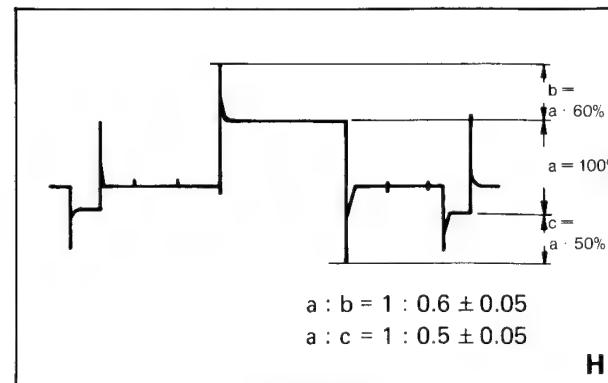

Bild 3-25
2. Tastkopf an TP 2; das angezeigte Signal ohne Spitzen gilt als 100 %. R 19 so verändern, daß die Weißspitzen 60 % entsprechen (Bild 3-25).
3. R 18 so verändern, daß die Schwarzspitzen 50 % entsprechen (Bild 3-25), ab Gerät-Nr. -507 40%.